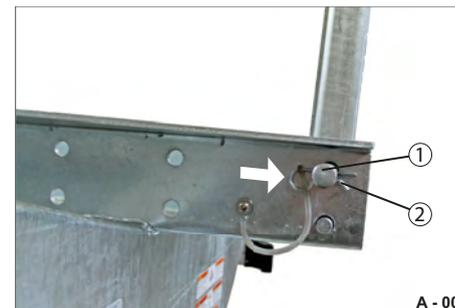

Abb. 5 Längsanschlag gesichert
- ▶ Stecken Sie den Federstecker (Abb. 5/2) in die Bohrung des Gestänges (Abb. 5/1) ein. Der Längsanschlag ist ausgeklappt und gesichert.